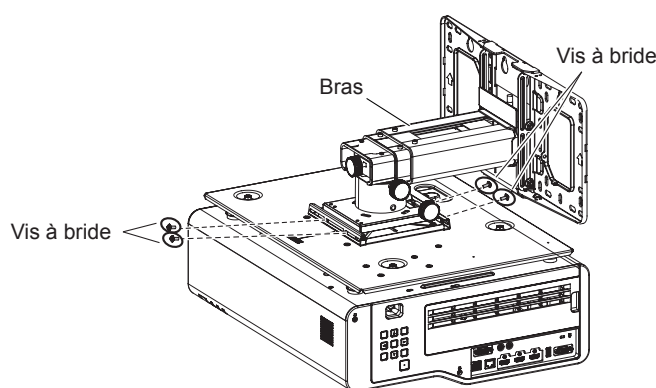

Fig.4
- 4) **Fixez le support de montage projecteur au support de montage mural à l'aide des quatre vis à bride fournies (M4 × 10). (Fig.4)**